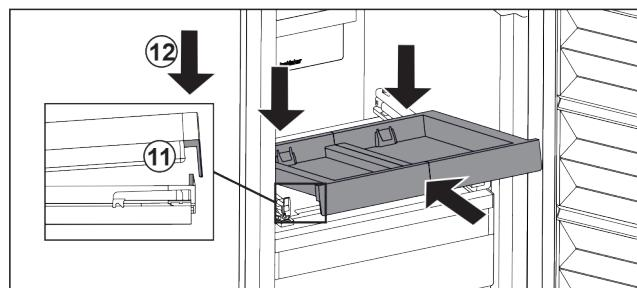

Fig. 37
- ▶ Вкарайте под ъгъл. Обърнете внимание на това, ограничителят и от двете страни да е зад езичето. Fig. 37 (11)
- ▶ Спуснете изтегляща се дъска отпред. Fig. 37 (12)